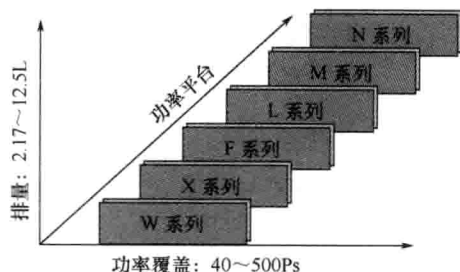

图1-1 锡柴发动机系列
如图1-1所示，在功率覆盖上，锡柴形成了W、X、F、L、M、N几大系列，轻、中、重全系列的产品开发平台，排量为2~13L，功率为40~500Ps^①（匹，常称为马力）全覆盖。在重卡市场，锡柴力推CA6DM（M系列）、CA6DL（L系列）、CA6DF（F系列）柴油机，覆盖解放品牌卡车解放J6、J4R、悍威、骏威、赛虎、新大威、赛麒麟等。